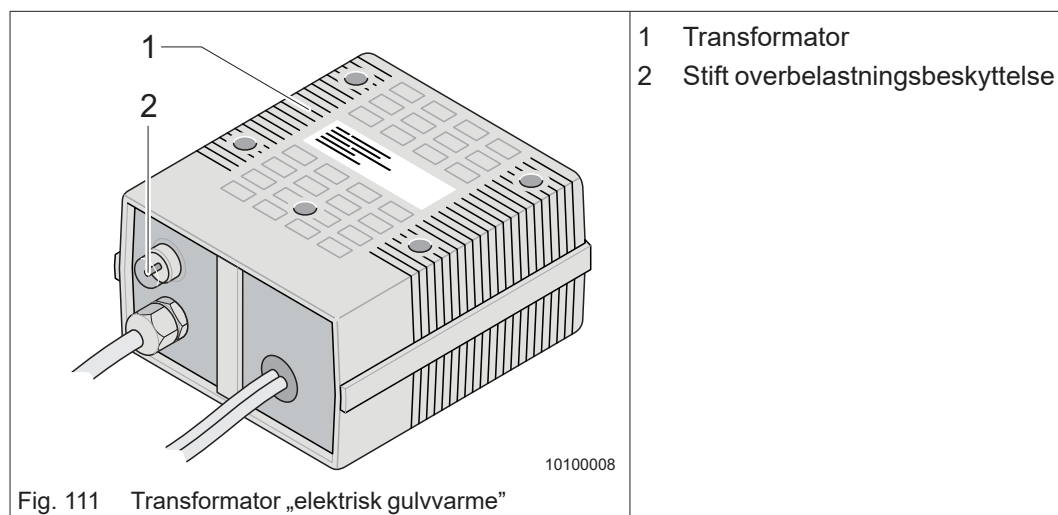

Fig. 111 Transformator „elektrisk gulvvarme”
Transformatoren (Fig. 111/1) til den elektriske gulvvarme er, afhængigt af den pågældende model, indbygget i slagbænken eller i sengeboksen.
El-gulvvarmen er udstyret med en overbelastningsbeskyttelse. Når transformatoren overbelastes, aktiveres overbelastningsbeskyttelsen. Stiften (Fig. 111/2) springer ud.
- Tryk stiften (Fig. 111/2) på overbelastningsbeskyttelsen ind, når transformatoren er kølet af.